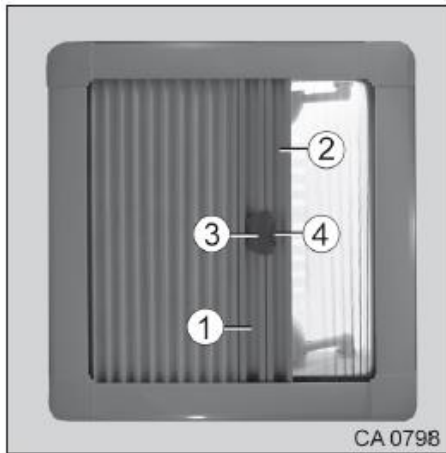

Fig. 61 Stores sur le lanterneau
1. Déplacer le store occultant (Fig. 61/1) ou le store moustiquaire (Fig. 61/2) en les tenant aux poignées.
2. Accoupler les deux stores avec la poignée (Fig. 61/3).
3. Pour les désaccoupler, appuyer sur le bouton (Fig. 61/4) et faire basculer la poignée (Fig. 61/3).
4. Détacher la moustiquaire (Fig. 61/2) du store occultant (Fig. 61/1).